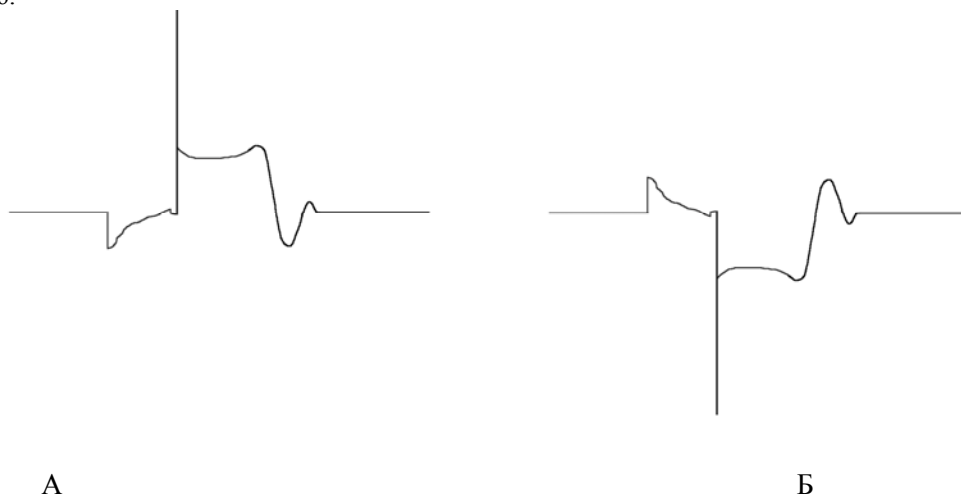

Рис. 26. Контроль выбора полярности по форме сигнала на мониторе.
5. Установите переключатель полярности сигнала емкостного датчика первого цилиндра на адаптере «DIS-kV» в такое положение, при котором изображение сигнала вторичного напряжения на мониторе направлено вверх, рис. 26.